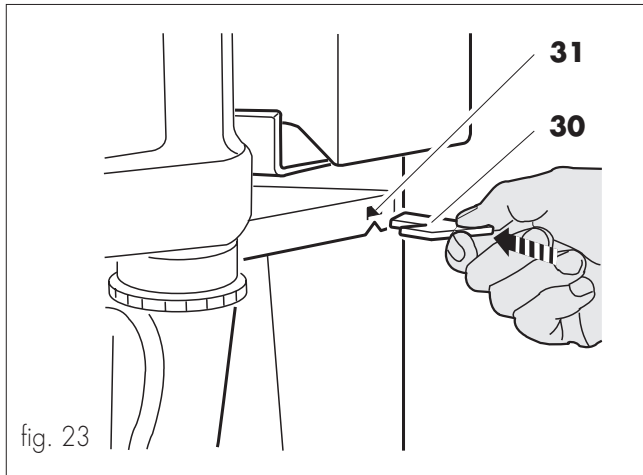

fig. 23
- Inserire la chiave (rif. **30**, fig. 23) nell'apertura (rif. **31**, fig. 23) di azionamento dei microinteruttori di sicurezza.
- Togliere la chiave esclusione dei micro (rif. **30**, fig. 23).